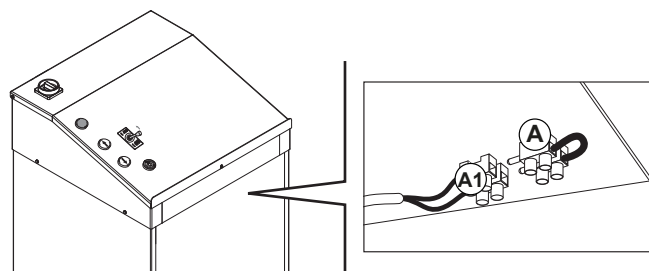

Fig.17
Passare il cavo di alimentazione attraverso il pressacavo sul fianco della centralina e collegare i fili alla morsetteria (vedi schema elettrico e Fig.17).
Pass the power cable through the cable-clamp on the side of the control unit and connect the wires to the terminal board. (See wiring diagram and Fig. 17). Check that pin (A) is fitted into terminal (A1): this disables the pressure gauge of the lift.
Das Versorgungskabel durch den Kabelpresser auf der Seitenwand des Schaltschranks führen und die Drähte an die Klemmleiste anschliessen (siehe Schaltplan und Abb. 17). Sicherstellen, dass der Stecker (A) in der Klemme (A1) steckt. Auf diese Weise ist der Druckwächter der Hebebühne ausgeschaltet.
Passer le câble d'alimentation dans le presse-câble situé sur le côté du pupitre de commande et raccorder les fils à la barrette de connexion (voir schéma électrique et Fig.17). Contrôler que la fiche (A) est introduite dans la borne (A1); de cette manière, on exclut le pressostat du pont élévateur.
Pasar el cable de alimentación a través del sujeta-cables por el lado del panel de mando y conectar los hilos a la caja de bornes (ver esquema eléctrico y Fig.17). Controlar que la clavija (A) esté bien introducida en el borne (A1): de este modo queda excluido el presostato del elevador.